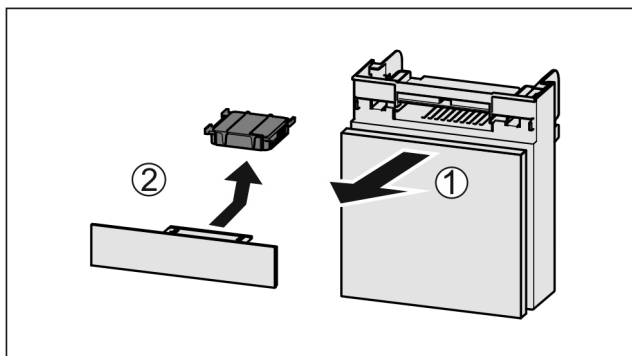

Fig. 151
- Lade vanaf de voorkant eruit trekken Fig. 151 (1).
- Actievekoolfilter verwijderen Fig. 151 (2).